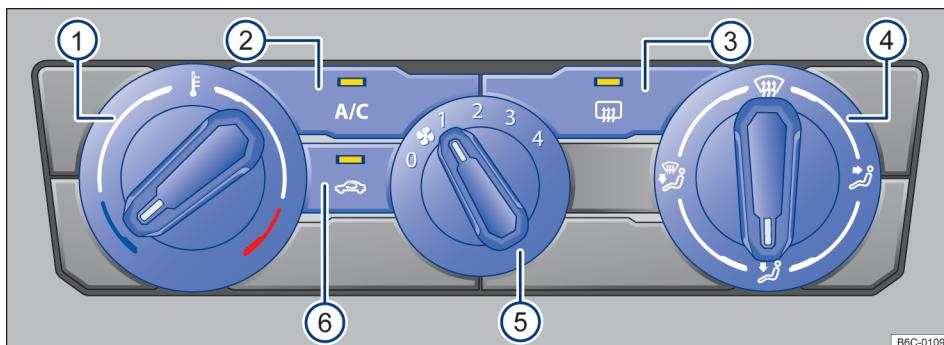

Fig. 84 Comandos do ar-condicionado.
- *Ar-condicionado*: girar o regulador do ventilador para o nível 0 → Fig. 84 ⑤.
- *Ar-condicionado*: girar o regulador rotativo esquerdo → Fig. 84 ①.
- *Ar-condicionado*: girar o regulador do ventilador → Fig. 84 ⑤.
- *Ar-condicionado*: girar o regulador da direita → Fig. 84 ④ para posição desejada.
- *Ar-condicionado*: girar o regulador direito para a posição  → Fig. 84 ④.